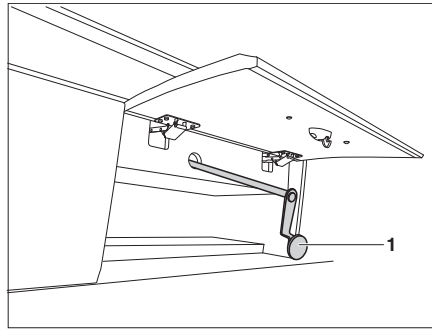

Fig. 157 Rete protettiva
- ▶ In caso di black-out elettrico il letto basculante può essere azionato anche con una manovella di emergenza (Fig. 157). Essa si trova dietro lo sportello del vano di stivaggio.